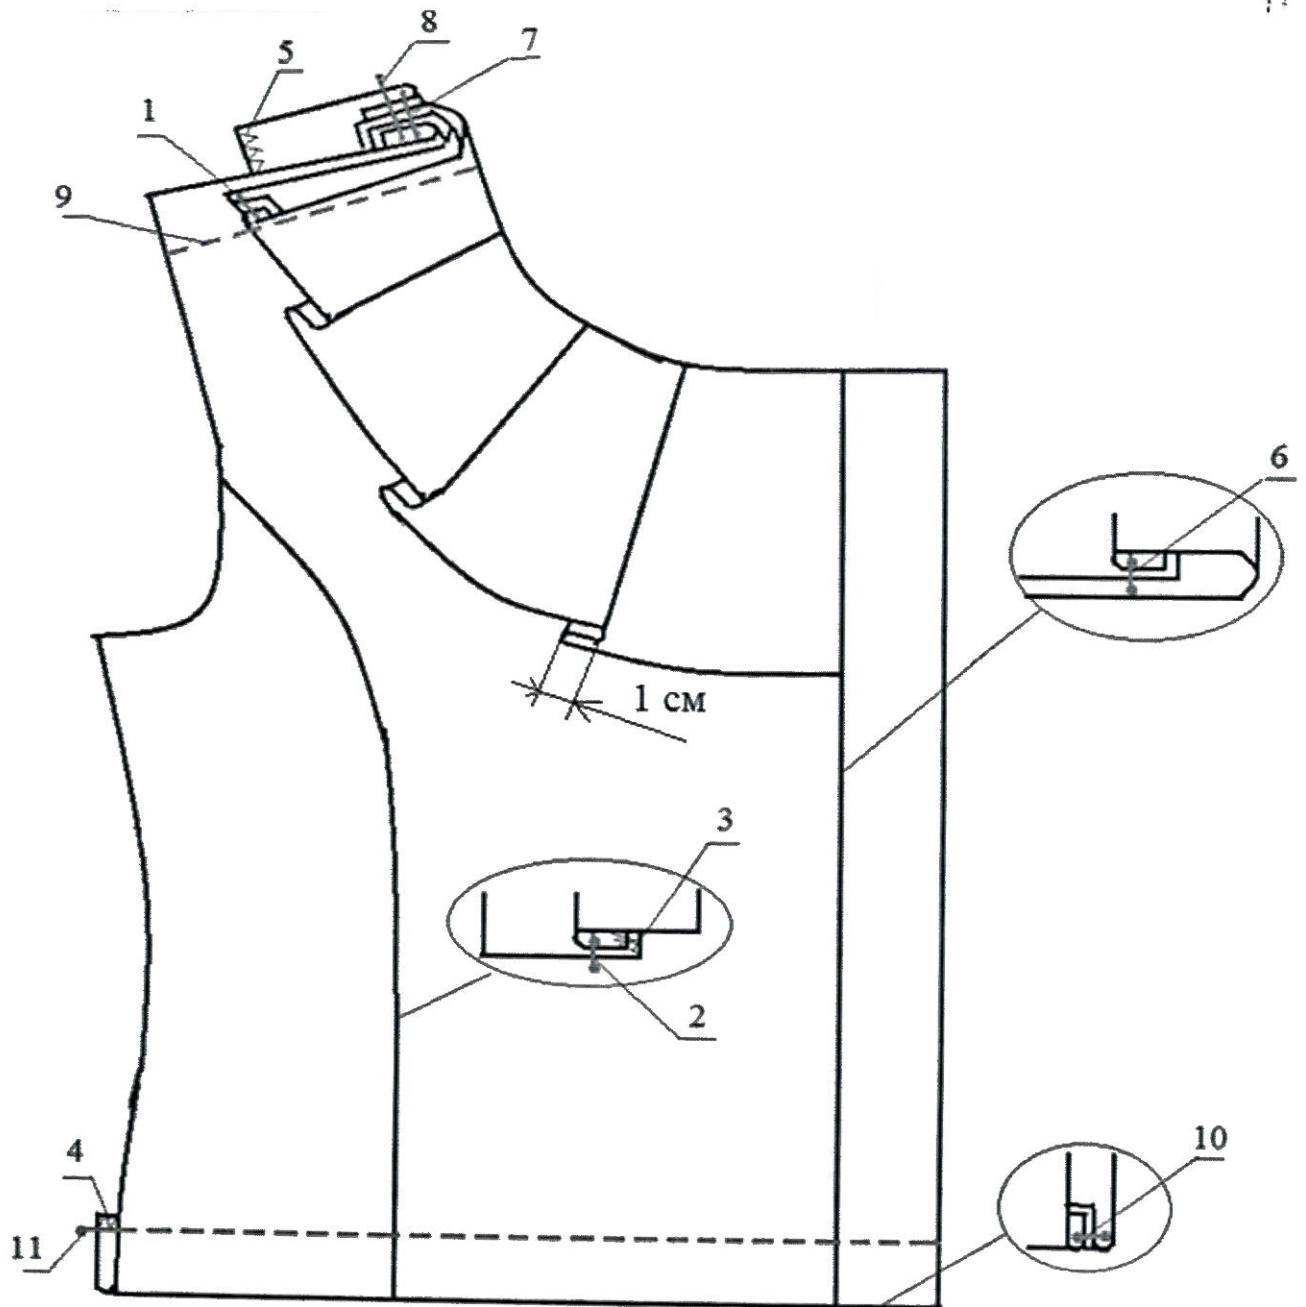

Рисунок 2 – Схема обработки полочки блузки
1. Обтачать отлетные срезы волана (рисунок 2, строчка 1). Припуски надсечь, волан вывернуть, выметать на ребро и приутюжить.
2. Стачать рельефные срезы (рисунок 2, строчка 2). Припуски шва заутюжить в сторону середины переда и обметать (рисунок 2, строчка 3).
3. Обметать нижний срез полочки (рисунок 2, строчка 4).
5. Обметать внутренний срез подборта (рисунок 2, строчка 5).
6. Притачать планку (рисунок 2, строчка 6). Припуски швов заутюжить в сторону планки.
7. Планку перегнуть на лицевую сторону по линии края борта и обтачать горловину (рисунок 2, строчка 7), прихватывая волан. Припуски шва надсечь.
8. Планку отогнуть и настрочить на припуски шва обтачивания горловины, не доходя до угла на 2-2,5 см (рисунок 2, строчка 8). Ширина шва 0,1-0,2 см.
10. Волан настрочить на припуск плечевого среза, отступив 0,5 см от среза (рисунок 2, строчка 9).
11. У нижнего среза планку отогнуть на лицевую сторону и обтачать нижний край полочки на ширину подборта (рисунок 2, строчка 10).
13. Нижний срез полочки застitchить швом вподгибку с открытым срезом (рисунок 2, строчка 11).